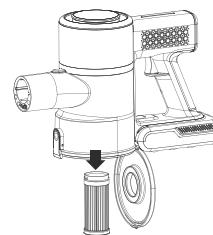

Fig 2.
3. Tirez le filtre HEPA d' entrée vers le bas, retirez le filtre et remettez-le dans la direction opposée après le nettoyage, comme le montre la Fig 2.